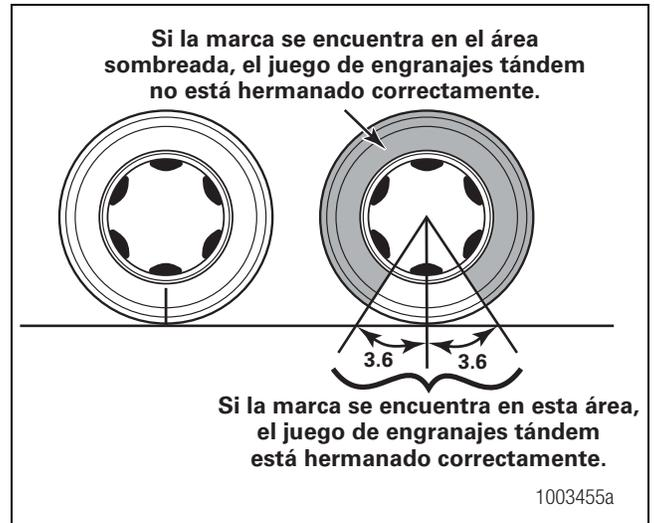

Figura 4.18
7. Observe las posiciones de las marcas que hizo antes en los neumáticos. Si los juegos de engranajes del eje tándem están bien hermanados, las marcas de los neumáticos deberán estar dentro de  $\pm 3.6$  grados una de otra. Figura 4.18.